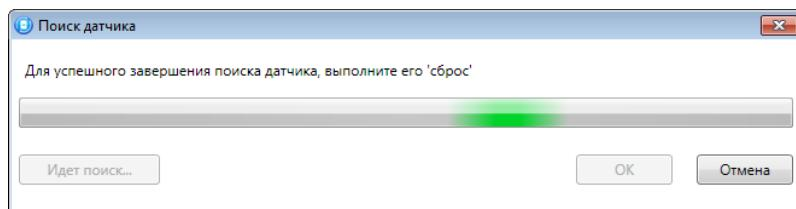

Рис. 5.29. Поиск радиоустройства
3. После нажатия кнопки *OK* начнется поиск радиоустройства контроллером (Рис. 5.29). Для того чтобы радиоустройство было найдено контроллером, его состояние должно быть сброшено. Для того чтобы выполнить сброс состояния любого радиоустройства Livi, достаточно подключить к нему элемент питания (батарейку). В новых радиоустройствах Livi для этого достаточно извлечь пластиковую пластинку, отделяющую элемент питания от контакта держателя. Подробные сведения о сбросе состояния радиоустройств см. в документации к ним.